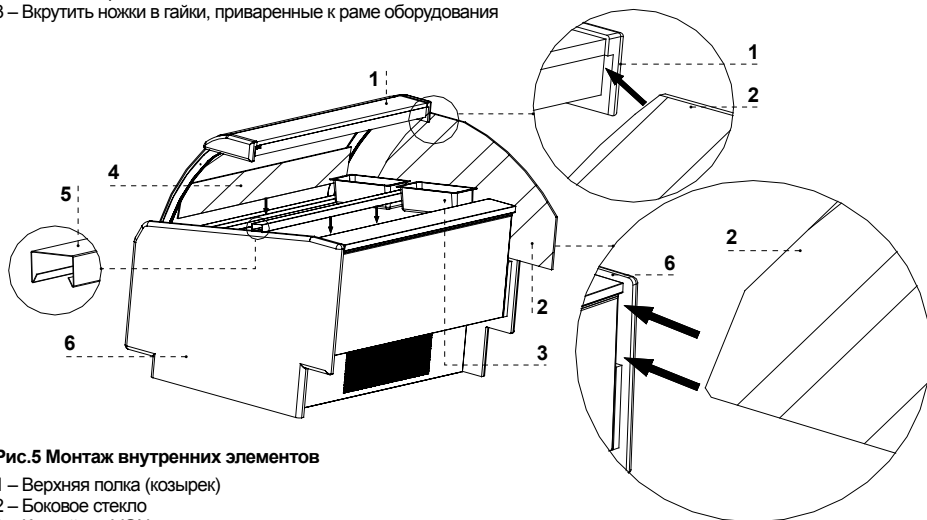

Рис.5 Монтаж внутренних элементов
1. Установить переключатели под контейнеры VGN Рис.5/5 (стр.34)
3. Вдвинуть стеклянные бока согласно Рис.5/2 (стр.34)